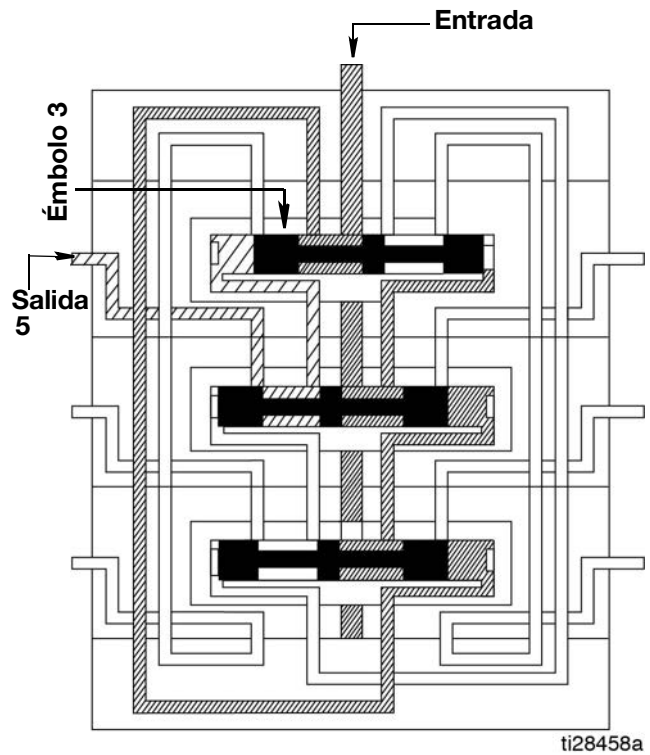

FIG. 15
2. El émbolo 3 se abre, dejando pasar lubricante hasta la salida 5 (Fig. 15).